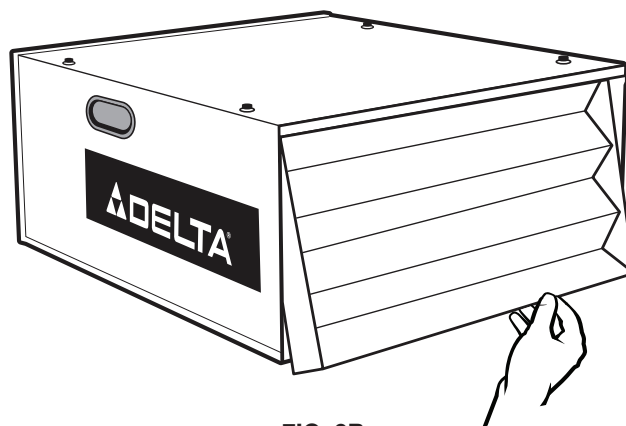

FIG. 9B
3. Retirer le filtre primaire extérieur (D) Fig. 9B en soulevant et tirant la partie inférieure du filtre. Replacer le filtre primaire selon sa condition. Lors du remplacement du filtre extérieur, vérifier si le filtre est muni d'une flèche de circulation d'air (A) Fig. 9D. Si tel est le cas, pointer la flèche vers l'intérieur. Si le filtre n'est pas muni d'une flèche de circulation d'air, installer le filtre d'une façon ou d'une autre.